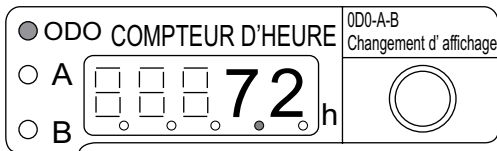

**Figure 25. Compteur horaire (position de marche)**
- Ensuite, vérifier que le voyant ODO est allumé (**MARCHE**) et que le compteur horaire (Figure 25) affiche le nombre total d'heures d'utilisation de la machine.